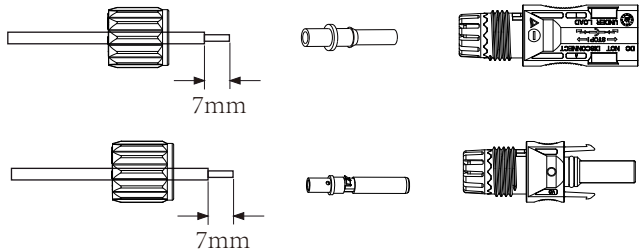

Bild 3.3: Abschrauben der Überwurfmutter des Steckverbinders
a) Isolieren Sie das Batteriekabel 7mm ab, schrauben Sie die Überwurfmutter des Steckers ab und führen Sie ein Batteriekabel durch die Überwurfmutter des Steckers (siehe Bild 3.3). Wiederholen Sie den Vorgang mit dem anderen Kabel und achten Sie dabei besonders auf die Polarität des Steckers.